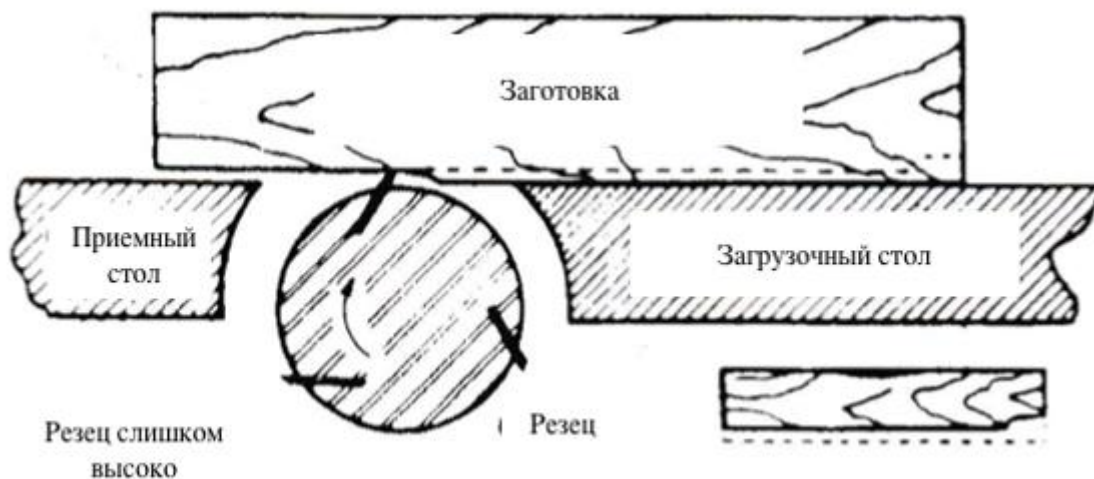

Рис. 29 Резцы установлены высоко
7. Если резцы установлены слишком высоко, заготовка будет иметь выемку на обрабатываемом крае, как показано на Рис. 29.